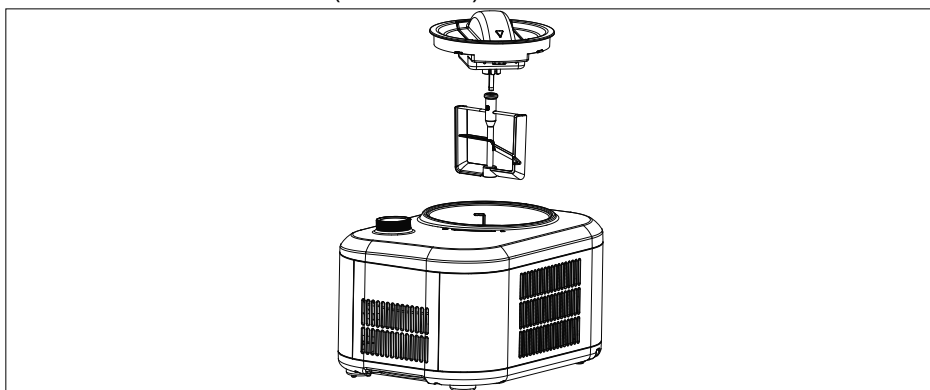

Abb. 7
- ▶ Setzen Sie die im vorherigen Schritt montierten Komponenten in das Gerät bzw. in die Kühlschale ein (siehe Abb. 7).